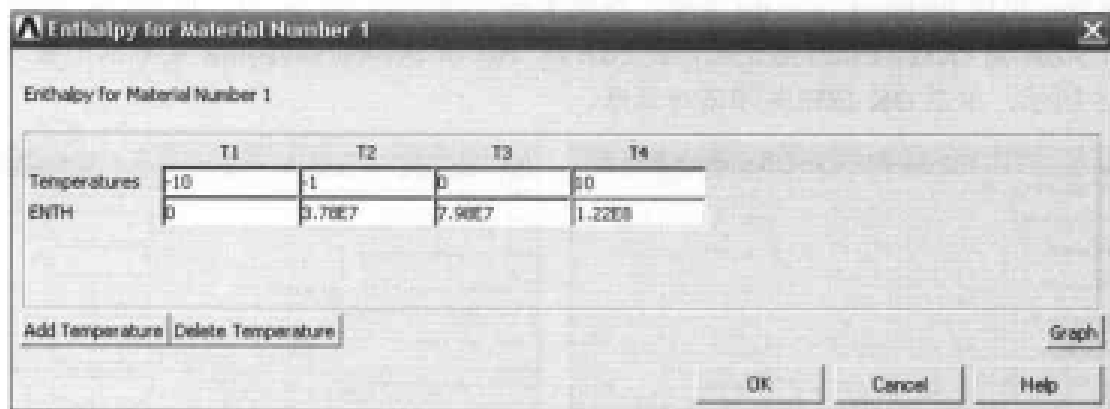

图 12-32 输入焓值对话框
(1) 选择 Main Menu | Preprocessor | Material Props | Material Models 命令, 出现 Define Material Model Behavior 对话框。
(2) 在 Material Models Available 列表框中依次双击 Thermal、Conductivity、Isotropic 选项, 出现 Conductivity for Material Number 1 对话框, 在文本框中输入导热系数 0.6, 单击 OK 按钮关闭该对话框。
(3) 双击 Define Material Model Behavior 对话框上的 Density 按钮, 出现 Density for Material Number 1 对话框, 在文本框中输入密度 1000, 单击 OK 按钮关闭该对话框。
(4) 双击 Define Material Model Behavior 对话框上的 Enthalpy 选项, 出现 Enthalpy for Material Number 1 对话框, 单击 Add Temperature 按钮 4 次, 参照图 12-32 在文本框中进行输入, 单击 OK 按钮关闭该对话框。